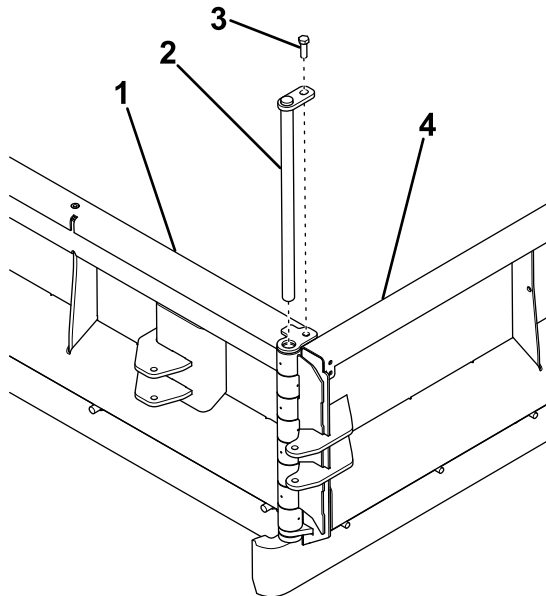

Figure 4
1. Enclenchez les charnières de la lame centrale et des ailerons, en veillant à ce que les bords de coupe soient de niveau (Figure 4).
2. Verrouillez les charnières ensemble en insérant la goupille de charnière au centre (Figure 4).
3. Fixez la goupille de charnière sur la lame centrale au moyen d'un boulon ($\frac{1}{2}$ x $1\frac{1}{2}$ po) et d'un contre-écrou (Figure 4).